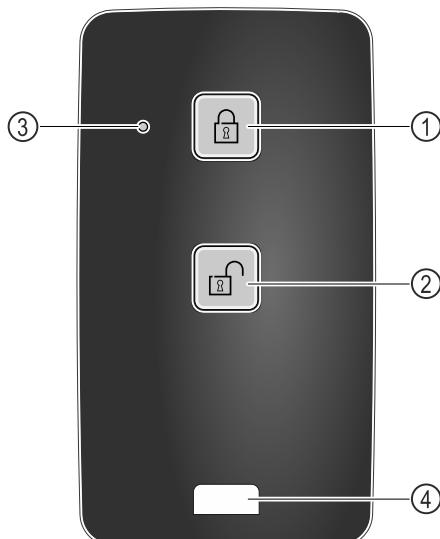

Fig. 249
- (1) Slēzenes aizslēgšana (3) Statuss LED lampiņa
- (2) Slēzenes atslēgšana (4) Stiprinājuma cilpa
- Nospiediet taustiņu Fig. 249 (1) tālvadības pultī.
- Nospiediet taustiņu Fig. 249 (2) tālvadības pultī.
- Statusa LED lampiņa Fig. 249 (3), nospiežot taustiņu, raida optisku atbildes signālu.
- Cilpa Fig. 249 (4) tālvadības pulta piestiprināšana, piemēram, pie atslēgu saišķa.